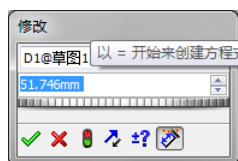
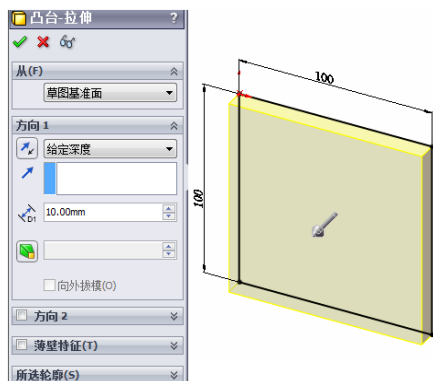

图 1-44 修改尺寸
图 1-45 拉伸
(1) 单击[草绘控制]面板上的[智能标注]按钮。
(2) 双击要更改的尺寸, 此时出现 [修改] 对话框, 当前的尺寸高亮度显示, 如图 1-44 所示。
(3) 在微调框中键入 100mm, 然后单击按钮。草图根据新的尺寸更改大小, 尺寸数值更改为 100mm。
(4) 单击前导视图控制栏上的整屏显示全图按钮, 或选择 [视图] | [修改] | [整屏显示全图] 命令, 以显示整个矩形的全图并使其居于图形区域中央。
(5) 双击另一尺寸, 并将其数值更改为 100mm。
(6) 再次单击整屏显示全图按钮, 整屏显示全图。
(7) 选择 [文件] | [保存] 命令将零件保存为 box.sldprt。
①单击[特征]控制面板上的[拉伸凸台/基体]按钮, 或选择 [插入] | [凸台/基体] | [拉伸] 命令。此时, [凸台-拉伸] 特性管理器出现在左侧面板上, 草图视图变为等轴测视图, 如图 1-45 所示。默认情况下, 拉伸深度被设定为 10mm。